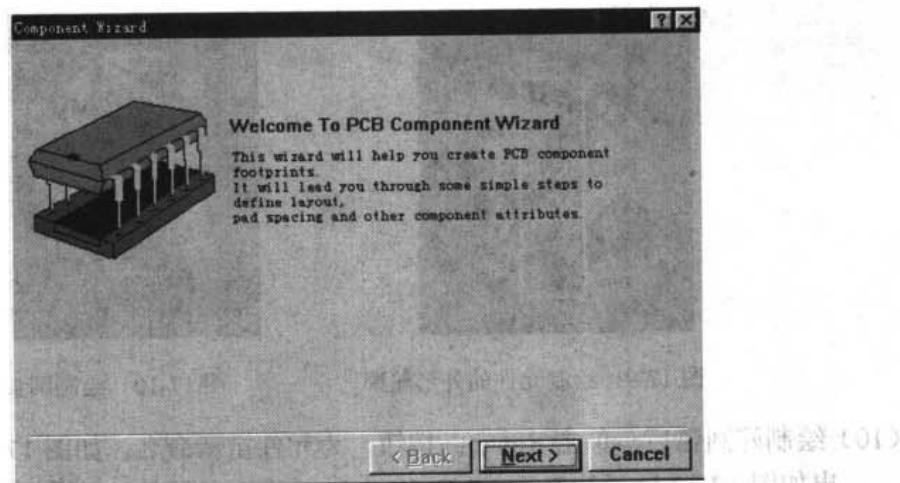

图 17-13 Component Wizard (元件生成向导) 对话框
- (1) 执行 File|New 命令，在弹出的 New Document 对话框中选择 PCB Library Document 文档，进入元件库编辑器。
- (2) 执行 Tools|New Component 命令，系统弹出 Component Wizard（元件生成向导）对话框，如图 17-13 所示。